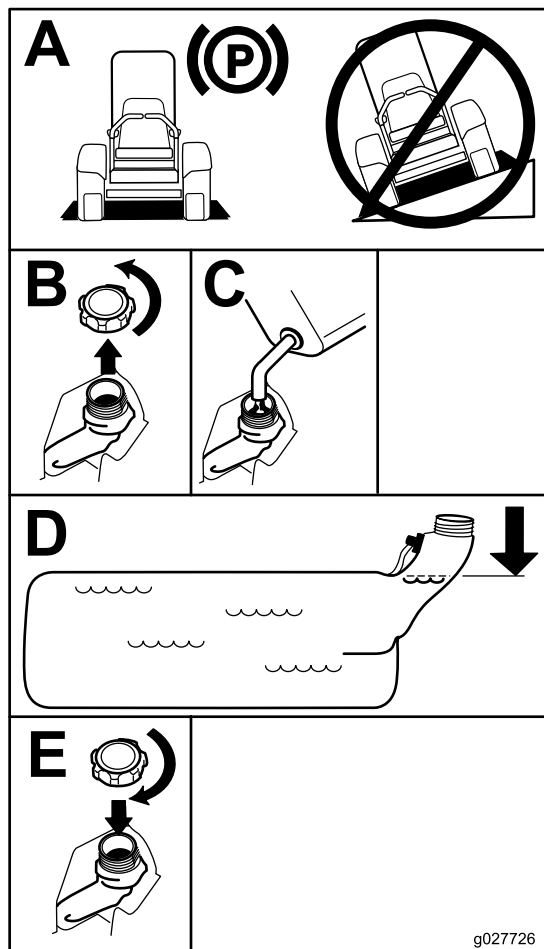

Bild 8
4. Füllen Sie den Kraftstofftank bis zur Unterseite des Füllstutzens (Bild 8).